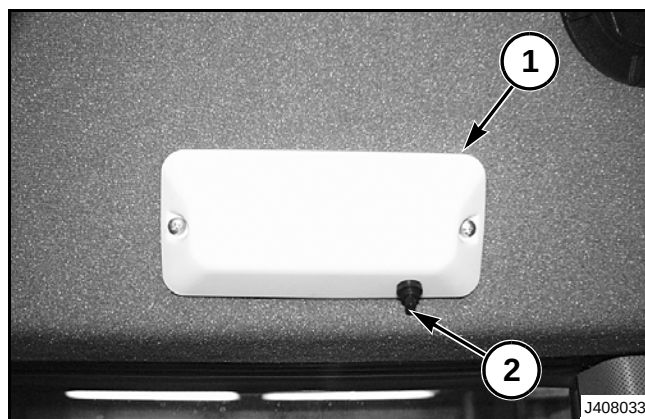

FIG. 19
FIG. 19: La luz de cabina (1) se controla mediante un botón pulsador (2) en la superficie de la luz de cabina. El botón pulsador cicla a través de tres posiciones con cada pulsación; desconectada, conectada y automática.